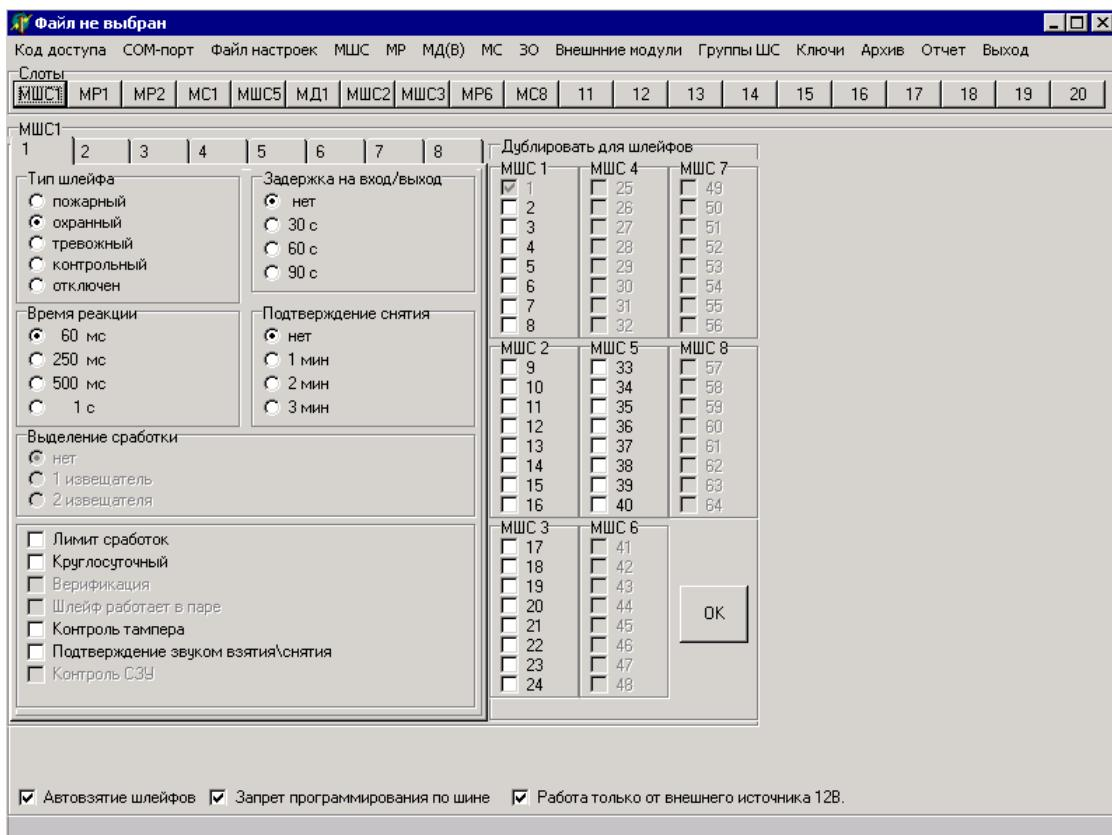

Рисунок 8
2.1.3.5 При программировании параметров каждого ШС любого МШС прибора на панели «Дублировать для шлейфов» находится список, состоящий из 64-х ШС (максимально возможное для обслуживания одним прибором количество ШС). Доступными для программирования в списке являются те ШС, которые реально включены в конфигурацию прибора (рисунок 8). Текущий (программируемый) ШС автоматически отмечается в этом списке значком «» и блокируется.